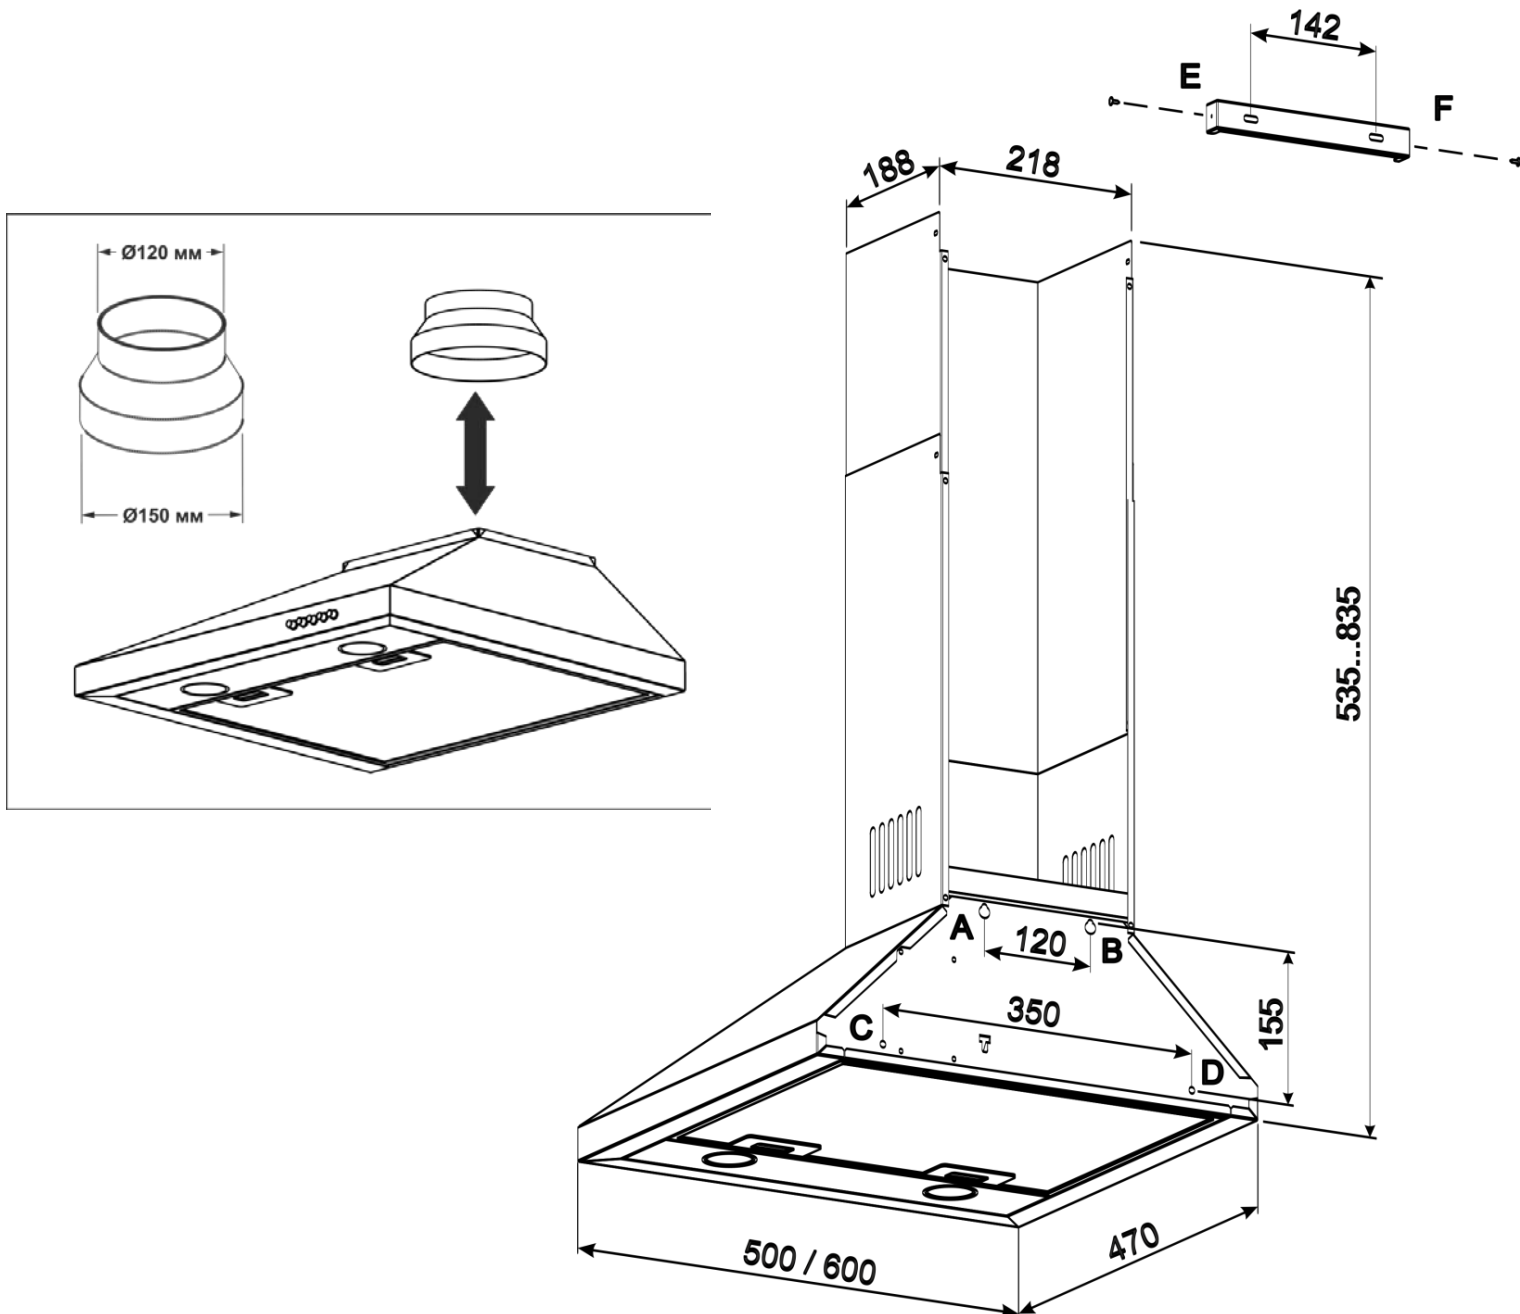

Рис.4
6.4 Проведіть розмітку кріпильних отворів корпусу на стіні кухні. Для цього виготовте паперовий шаблон з координатами 4-х отворів на задній стінці корпусу (**точки А, В, С, D див схема монтажу**); прикладіть шаблон до стіни на необхідній висоті, що вказана вище, і вирівняйте його по рівню (рис.4).
6.10 Установіть телескопічний коминок на корпусі витяжки. Підніміть верхню панель коминка з планкою під стелю, щоб він закривав повітровід вентиляції, і розмітьте по пазам планки 2 отвори під кріплення (т. Е, F) (рис.4).
6.14 Установіть зовнішню панель коминка в пази на корпусі витяжки, а внутрішню – підніміть вгору до суміщення отворів кріплення з планкою і з'єднайте їх з боків 2-ма шурупами **ПКГ 2,9х9,5** (рис.4).